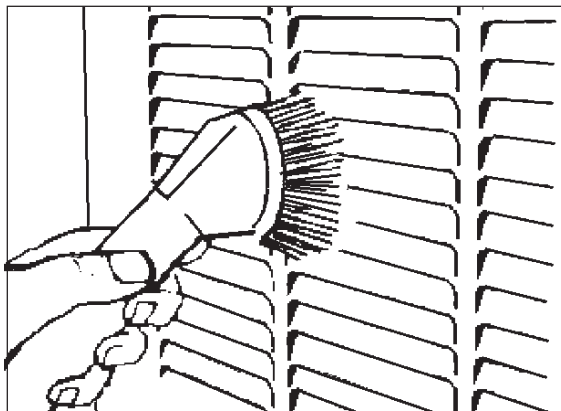

Figure 35. Nettoyage périodique
- Filtres - Au moins deux fois chaque saison (plus souvent dans les régions poussiéreuses, enlever les filtres et les nettoyer avec un aspirateur ou de l'eau chaude et du savon. Les remettre en place quand ils sont secs. Il faut aussi dépoussiérer et enlever la poussière autour du fournaise et de l'entrée du fournaise (figure 35).